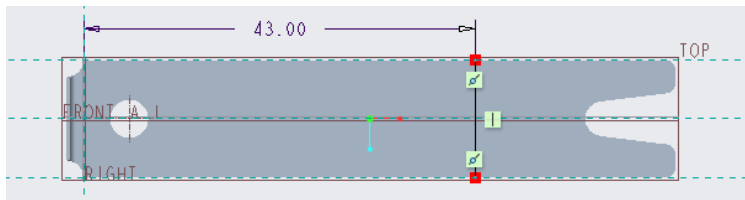

图 5-60 绘制折弯线
- (4) 在“折弯”选项卡中打开“折弯线”面板, 接着单击“草绘”按钮, 进入内部草绘器以草绘折弯线。
- (5) 绘制图 5-60 所示的折弯线, 单击 (确定) 按钮。